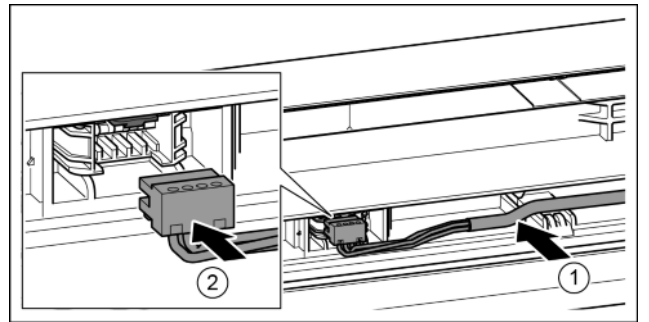

Fig. 43
- ▶ Вставить серый кабель в направляющую в верхней двери. Fig. 43 (1)
- ▶ Зафиксировать штекер. Fig. 43 (2)